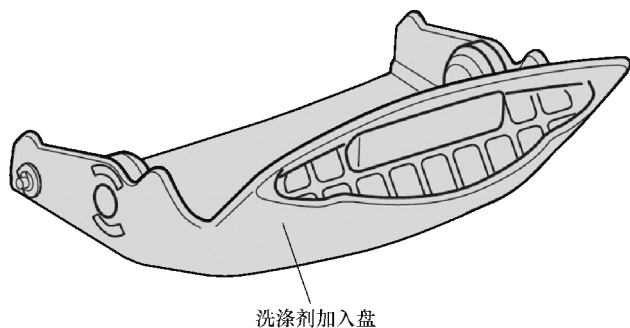

图 3-67 清洗洗涤剂加入盘
6) 应经常卸下洗涤剂加入盘(见图 3-67)进行保养,用水冲洗残留的洗涤剂或柔软剂。若污渍严重或被线屑堵塞,可用温水浸泡约 5min,再使用牙刷等工具清洗干净。